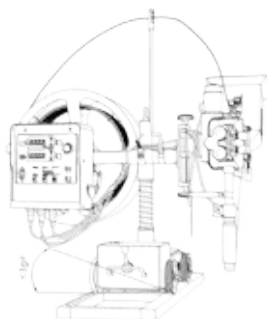

Рис. 8.13. Предельный наклон сварочного трактора.
- Наклон сварочного трактора не должен превышать 10° (см. рис. 8.13).